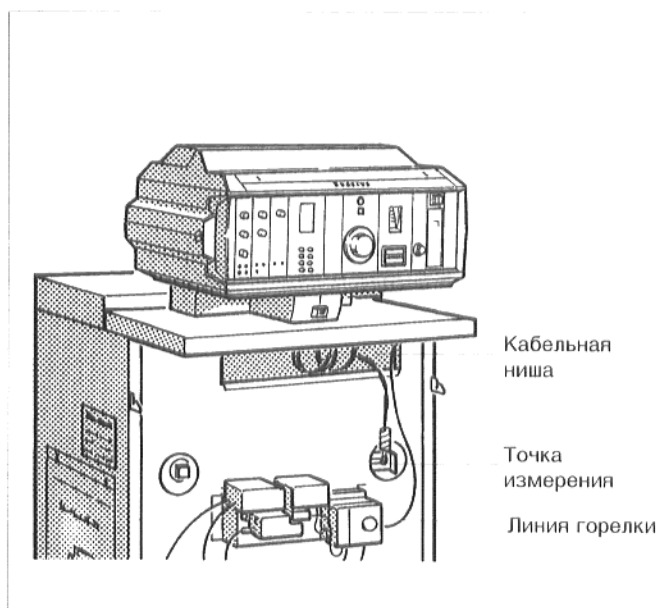

Рис. 8: передняя сторона
- Проложить капиллярные трубки датчиков температуры и, при "Ecomatic" - регулировании, трубопровод датчика температуры котельной воды, через отверстие в переднем колпаке котла, из кабельной ниши (рис. 8), на переднюю сторону котла.
- Раскрутить капиллярные трубки и, при "Ecomatic"-регулировании, трубопровод датчика, пока они не достигнут точки измерения (рис. 8).
- Проложить линию горелки (рис. 8), через кабельную нишу и отверстие в переднем колпаке котла, к регулятору. Установить штекерное соединение соответственно схеме соединений.